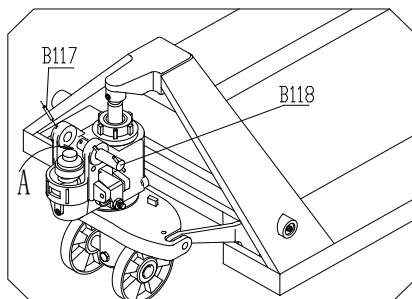

Рис. 1
- См. рис.1. Пружинный штифт В117 извлекается из осевого штифта В118 перед извлечением шкворня поворотной цапфы В118.